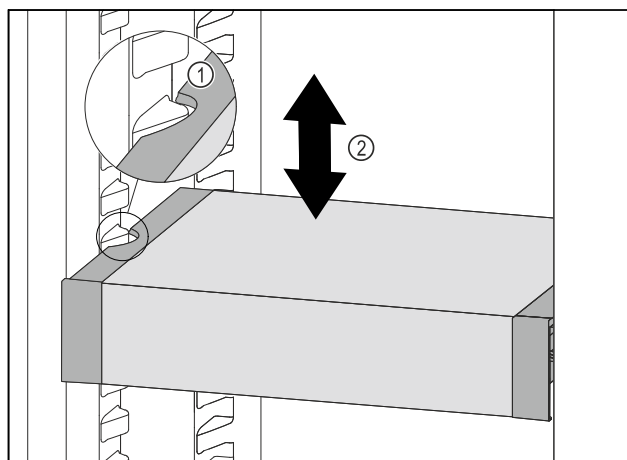

Fig. 100
- VarioSafe vucite prema naprijed sve dok se bočni otvori VarioSafe ladice ne nađu na visini žlijeba spremnika u hladnjaku. Fig. 100 (1)
- Pomičite ladicu VarioSafe u hladnjaku prema gore ili dolje sve dok ne dosegnete željenu visinu. *Fig. 100 (2)*